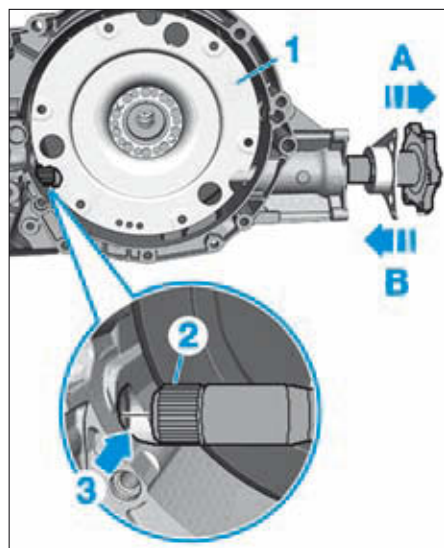

FIG. 3
- Extraire la bride de transmission gauche à la main ou, si nécessaire, à l'aide d'un extracteur (flèche A) (Fig.3).
- Tourner le module d'embrayage (1) de manière à pouvoir voir l'entrée du différentiel (flèche 3) (Fig.3).
- Enfoncer l'arbre à bride gauche dans la boîte de vitesses (flèche B) en introduisant l'extrémité de l'arbre (2) de manière centrée dans le joint spi du couple réducteur (flèche) (Fig.3).